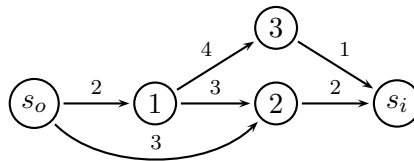

Figura 4.1: Grafo - Ejemplo 6
**Ejemplo 6** Una refinería desea enviar la máxima cantidad posible de petróleo (por hora) a través de un sistema de tuberías desde el nodo  $s_o$  al nodo  $s_i$  de la Figura 4.1. El petróleo debe pasar a través de una o varias estaciones (1, 2 ó 3). Los arcos representan tuberías de distintos diámetros. El número máximo de barriles de petróleo (millones de barriles por hora) que pueden ser bombeados a través de cada arco se indican en la Figura 4.1. Formule un modelo de LP que determine el número máximo de barriles que pueden ser enviados a través del sistema de tuberías.